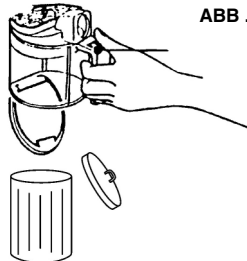

ABB. 2
2. Entnehmen Sie den Staubbehälter (siehe ABB. 2).